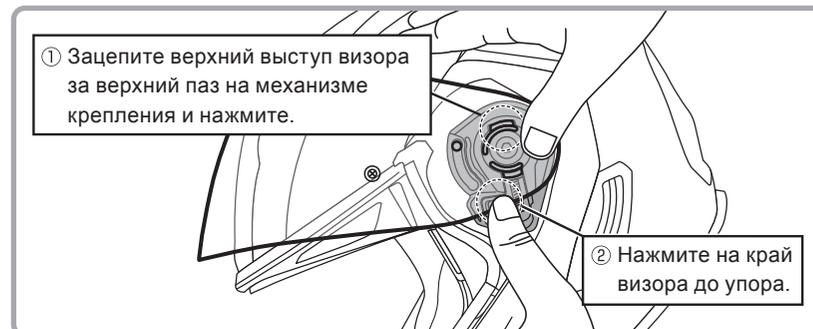

Рис.1
- 1 Закрепите верхний выступ визора, нажимая на часть визора, показанную на рис. 1, и зацепляя ее за верхний паз, расположенный на механизме крепления визора. Установите противоположную сторону таким же образом, и